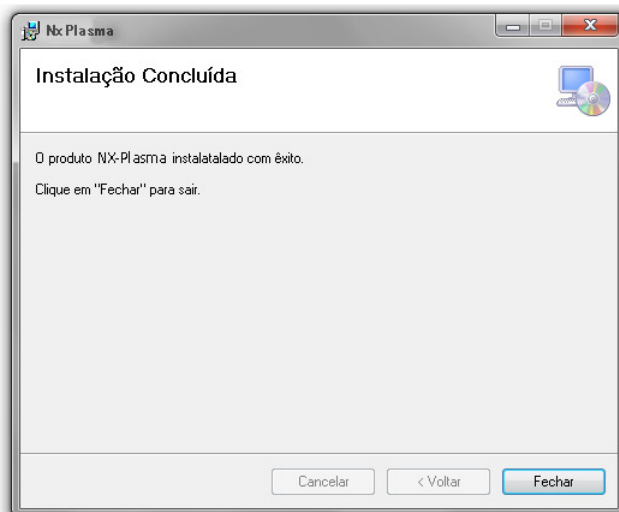

Figura 14
- Uma vez finalizada a instalação será mostrada a tela de “Instalação Concluída” (Figura 14).